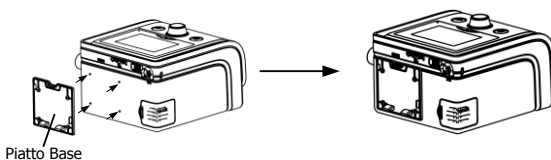

Fig. 11-11
(2) Puntare i quattro fori del **Piatto Base** verso i quattro punti di riferimento sul retro del dispositivo principale per fissare correttamente il piatto al dispositivo, come mostrato nella Fig. 11-11.